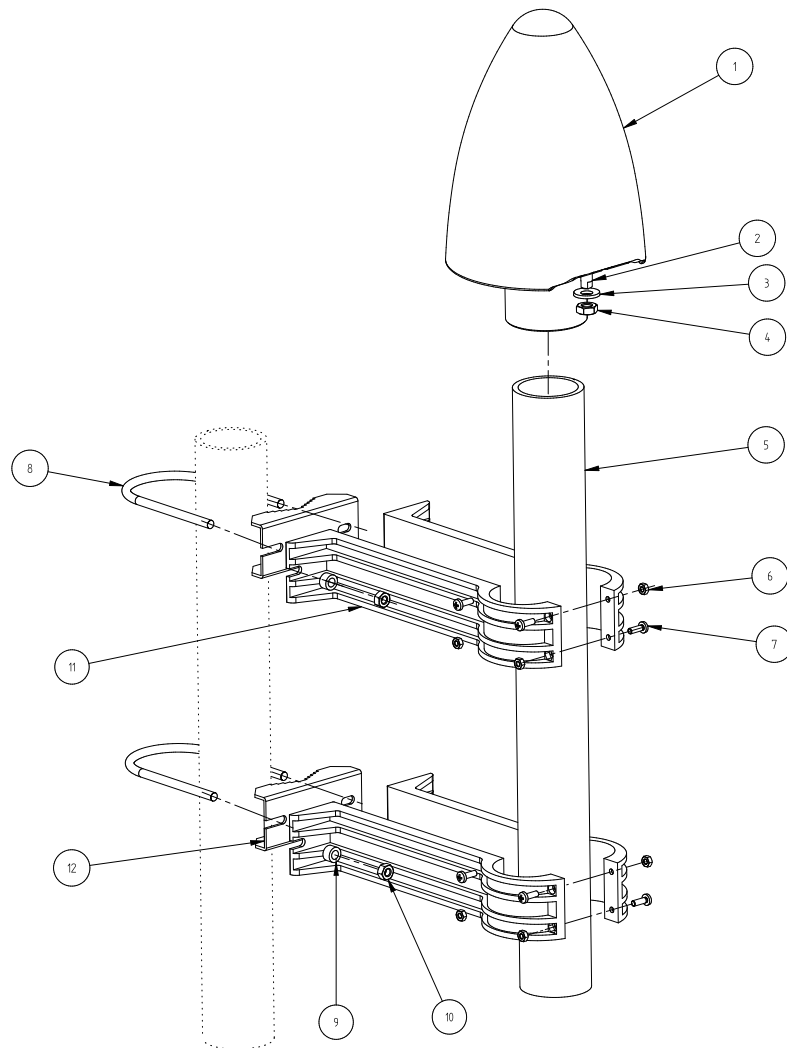
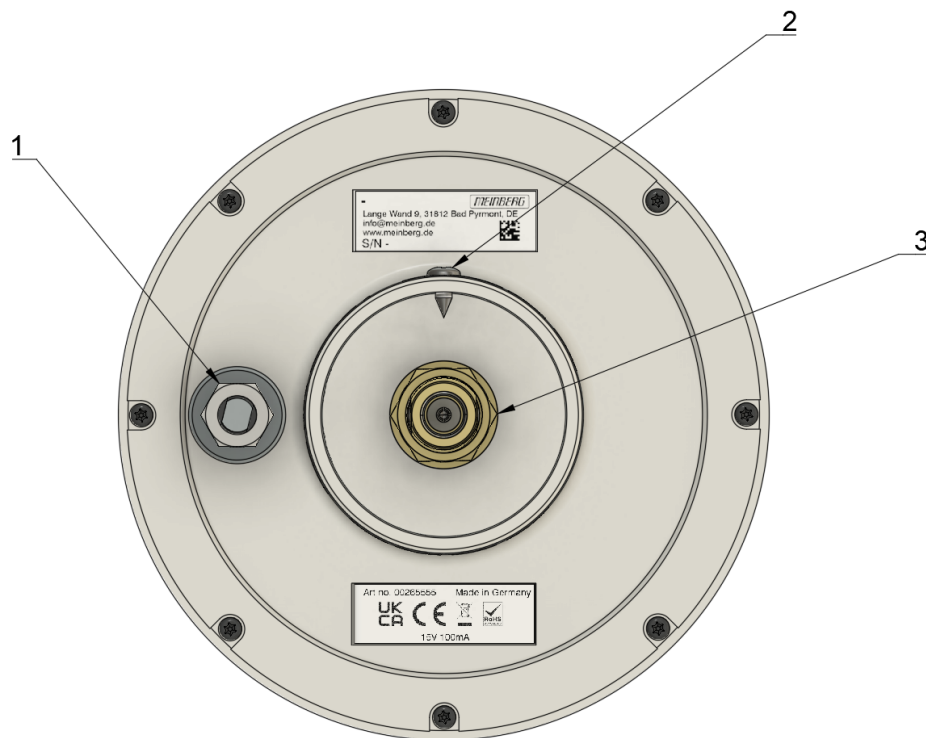

Abbildung 7.4: Montage einer Meinberg GNSS-Antenne an einem Mast
Abbildung 7.5: Unterseite GPSANTv2
Abb. 7.4 stellt die Montage einer Meinberg GNSS-Antenne an einem Mast dar.
1. Legen Sie das Antennenrohr (Pos. 5 in Abb. 7.4) in die dafür vorgesehenen Wölbungen der beiden Paare der Antennenrohr-Halter (Pos. 11). Befestigen Sie das Antennenrohr in jeder der beiden Antennenrohr-Halter, mit vier M4x12-Linsenkopf Kreuzschlitz (Pos. 7) und den entsprechenden M4-Sechskantmuttern (Pos. 6). Um sicherzustellen, dass das Antennenrohr (Pos. 5) so sicher wie möglich sitzt, sollten die oberen und unteren M4x12-Schrauben (Pos. 7) in jedem der beiden Antennenrohr-Halter aus entgegengesetzten Richtungen eingesetzt werden, wie in Abb. 7.4 gezeigt.
4. Führen Sie das eine Ende des Antennenkabels (N-Norm-Stecker) von unten durch das Antennenrohr (Pos. 5 in Abb. 7.4) sodass ca. 60 cm heraussehen. Schrauben Sie den N-Norm-Stecker mit dem notwendigen Anzugsdrehmoment von 1 Nm, auf die N-Norm-Buchse der Antenne (Pos. 3 in Abb. 7.5)
5. Setzen Sie die Antenne bis zum Anschlag auf das Antennenrohr. Schrauben Sie nun die Blechschraube (Pos. 2 in Abb. 7.5) im Sockel mit einem geeigneten Schraubendreher (Kreuzschlitz) fest und fixieren so die Antenne (Pos. 1 in Abb. 7.4) am Antennenrohr (Pos. 5 in Abb. 7.4).